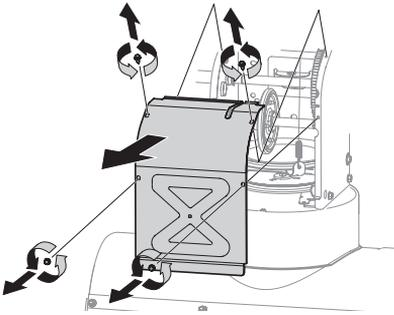
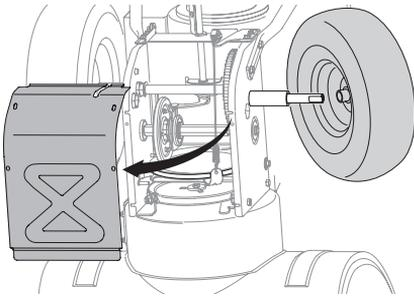

Figura 78
Figura 86
3. Quite la cubierta del bastidor de la parte inferior extrayendo los tornillos autorroscantes (Figura 78).
5. Quite la cubierta del bastidor de la parte inferior extrayendo los tornillos autorroscantes (Figura 78).
3. Quite la cubierta del bastidor de la parte inferior extrayendo los cuatro tornillos autorroscantes (Figura 78).
5. Usando los cuatro tornillos autorroscantes, vuelva a instalar la cubierta del bastidor (Figura 78).
4. Quite la cubierta del bastidor de la parte inferior extrayendo los tornillos autorroscantes (Figura 78). Retire la rueda derecha quitando el tornillo y la arandela de campana que la aseguran al eje. Consulte (Figura 86).